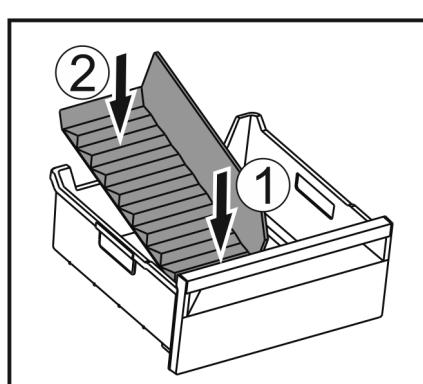

Fig. 75
- Вставити передню частину перегородки відділення для льоду. Fig. 75 (1)
- Опустити задню частину перегородки відділення до dna ящика для кубиків льоду. Fig. 75 (2)